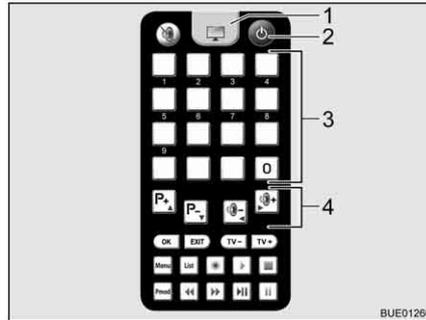

Bild 38 Fernbedienung
- Auf der Fernbedienung Taste "⏻" (Bild 38,2) drücken. Die Satellitenantenne richtet sich aus der Parkposition auf und geht in den Suchmodus. Wenn die Anlage den Satelliten gefunden hat, ertönt ein Signalton.
- Über die Speichertasten (Bild 38,3) oder die Funktionstasten (Bild 38,4) den gewünschten Sender einstellen.